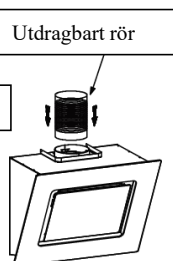

Bild 3
5. Sätt dit utsugsröret på ventilen enligt bilden nedan och sätt fast med buntband. Rörets två ändar är olika: den enda änden har en plastring, den andra inte. Änden utan plastring är avsedd för montering på ventilen (se bild 3 och 4).